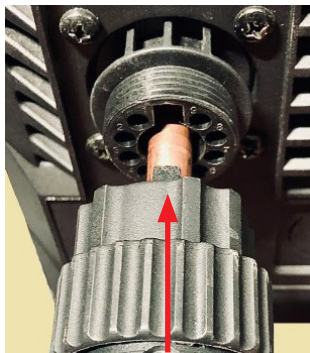

Bild 1
- Stecken Sie den Stecker des Plasmabrenners in die Euro-Anschlussbuchse (siehe Abbildung 1).